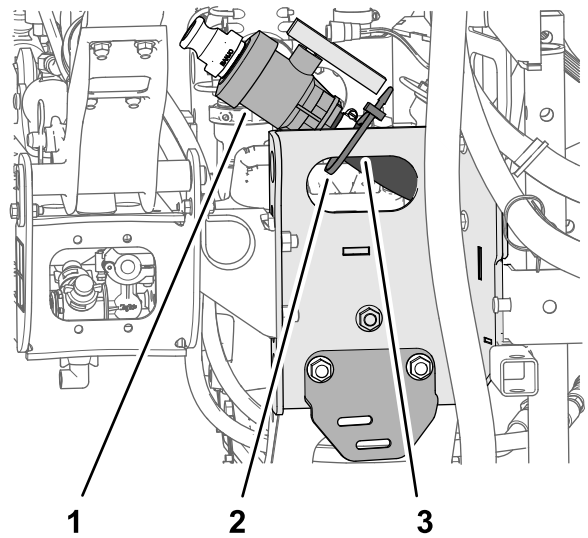

Bild 13
- Entfernen Sie den Kabelbinder, mit dem das Ablassventil und der Schlauch für den Sprühbehälter am Gestellkanal befestigt sind (Bild 13).